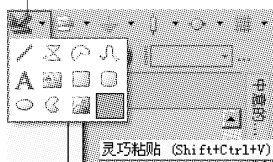

图 3-21 “画图”工具栏
(3) “画图”工具栏:该栏中列出了常用的绘图和文字工具等工具,该工具栏如图 3-21 所示。